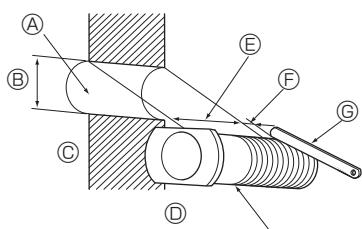

Fig. 3-6
3.4.1. Ανοιγμα οπών (Fig. 3-6)
- ① Ανοίξτε οπές διαμέτρου Ø 65 mm ή Ø 75 mm με βάθος περίπου 5-7 mm και με ελαφριά κλίση προς τα κάτω και προς τα έξω.
② Τοποθετήστε στις οπές τα ούπτα.